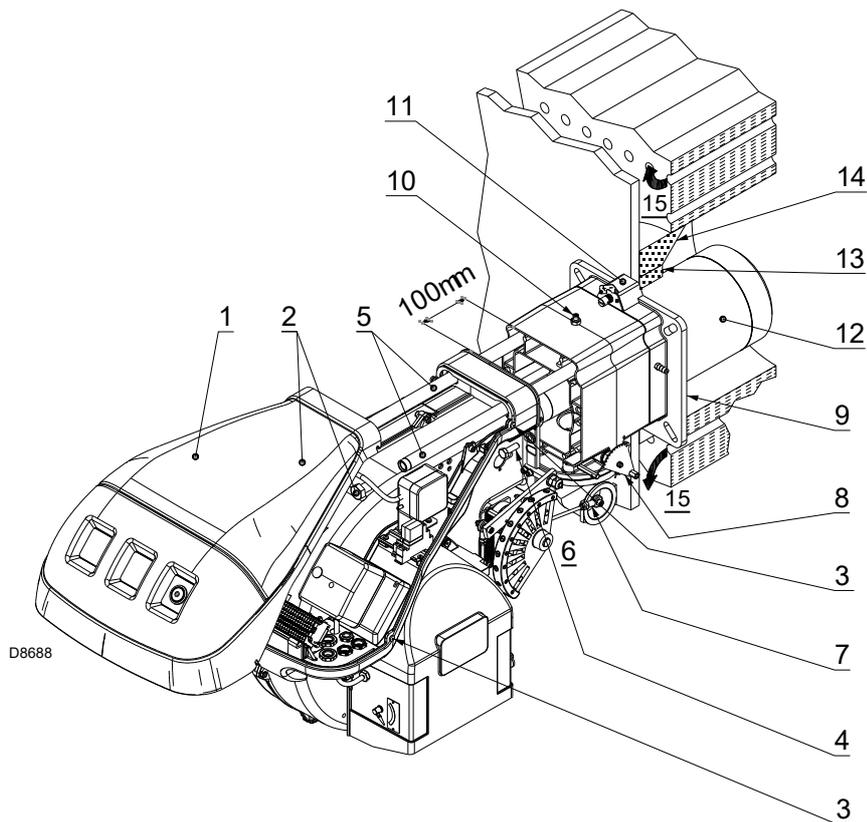
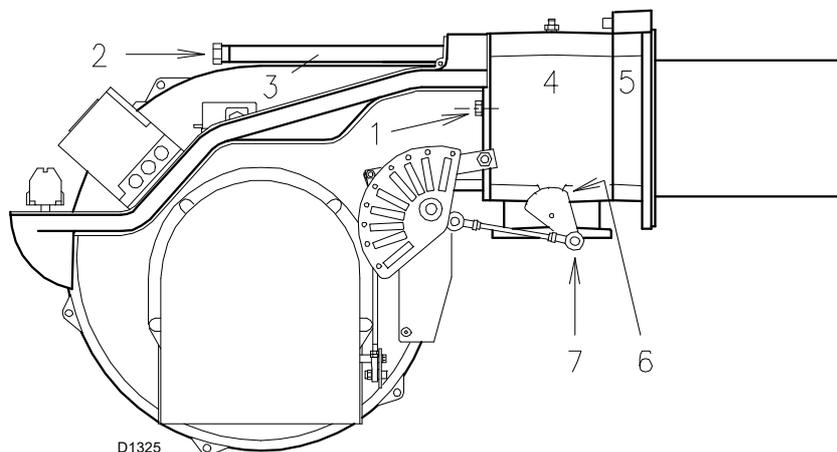

Fig. 11
Fig. 16
La lunghezza del bocaglio (Fig. 11) va scelta secondo le indicazioni del costruttore della caldaia e, in ogni caso, deve essere maggiore dello spessore della porta della caldaia, completa di refrattario.
Per le caldaie con giro dei fumi anteriore 15)(Fig. 11), o con camera ad inversione di fiamma, eseguire una protezione in materiale refrattario 13), tra refrattario caldaia 14) e bocaglio 12).
Separare, quindi, la testa di combustione dal resto del bruciatore, come illustrato in Fig. 11.
Effettuata questa eventuale operazione, fissare la flangia 11)(Fig. 11) alla piastra della caldaia interponendo lo schermo isolante 9)(Fig. 11) dato a corredo.
- rimontare il bruciatore sulle guide 3)(Fig. 16) a circa 100 mm dal manicotto 4) - bruciatore in posizione illustrata in Fig. 11;
- inserire il cavo della sonda ed il cavo dell'elettrodo e quindi far scorrere il bruciatore fino al manicotto, bruciatore nella posizione illustrata dalla Fig. 16;